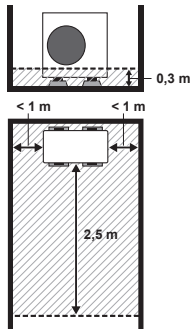

Fig. 3-6
- Cuando la distancia entre ambos lados de la unidad y la pared sea inferior a 1 m, defina la zona de protección como se indica: (Fig. 3-6)